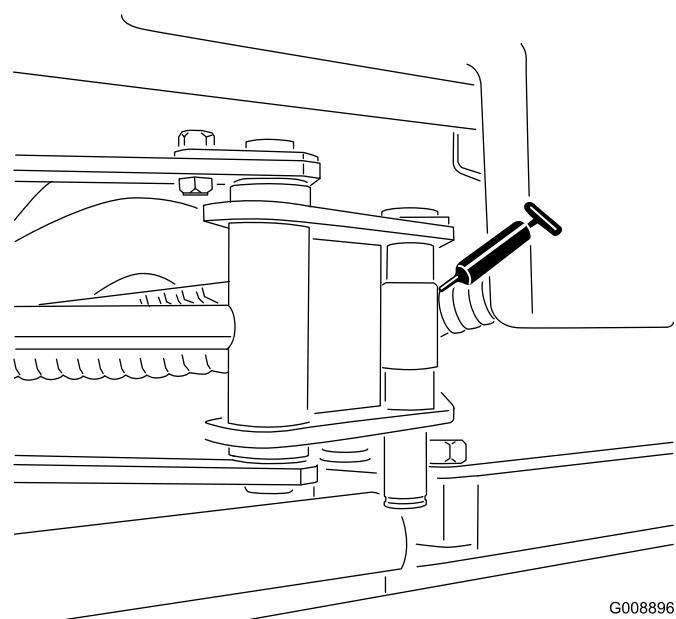

図 46
- ・ サイドワインダーのシリンダの両端（2ヶ所；モデル 03206 のみ）（図 46）